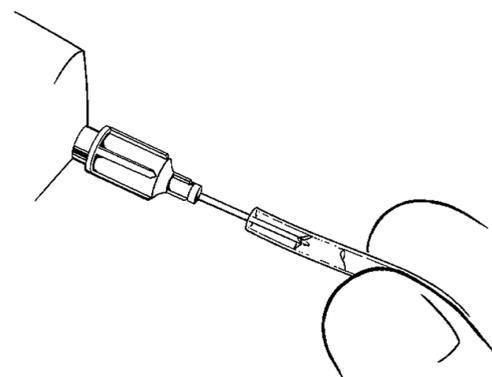

Figura 4-18. Irrigar a tubagem
2. Irrigue a tubagem do cilindro (**figura 4-18**).